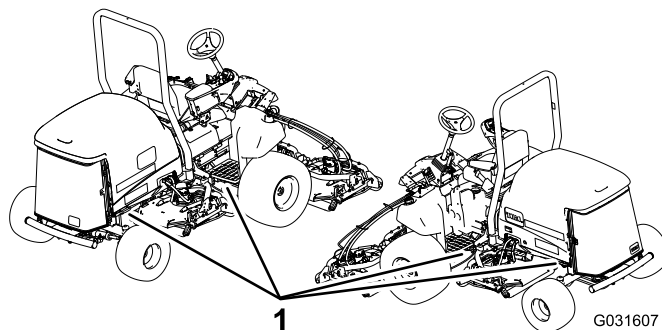

Figura 25
5. Utilize os aros de fixação metálicos na máquina (Figura 25) para prender firmemente a máquina ao atrelado ou veículo com cintas, correntes, cabo ou cordas.